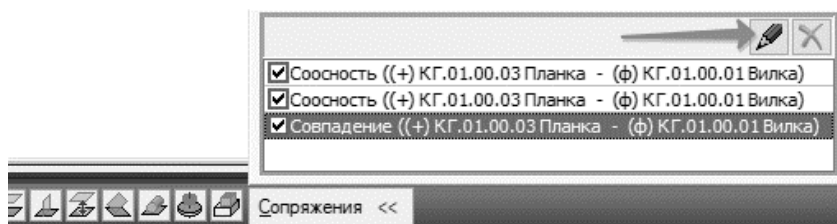

Рис. 42. Редактирование сопряжений
2.5.8 Если деталь займет неправильную ориентацию, в списке **Сопряжения компонента** на Панели свойств укажите сопряжение **Совпадение** и нажмите кнопку **Редактировать** (рис. 42).